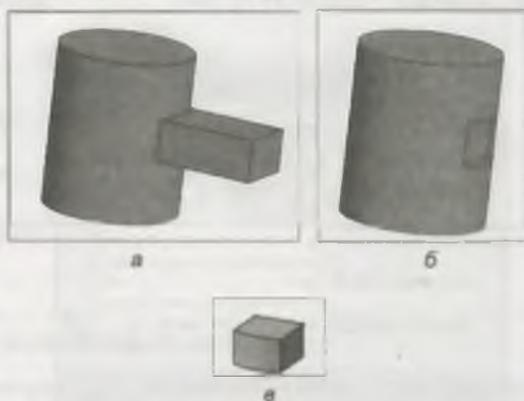

Рис. 21.22. Примеры булевой операции: исходная модель (а); результат вычитания (б); результат пересечения (в)
Эта команда позволяет выполнить булеву операцию над двумя телами, имеющимися в текущей модели. Команда доступна, когда в модели имеется более одного тела. Результат операции — новое тело. Проведем булеву операцию на простом примере. Для этого самостоятельно создайте два тела: цилиндр диаметром 25 мм, высотой 30 мм, а на расстоянии 30 мм от цилиндра создайте параллелепипед $8 \times 12 \times 20$ мм. Не забудьте при создании второй модели на вкладке **Результат операции** нажать кнопку **Новое тело**. В этом случае в местах входа параллелепипеда в цилиндр не будет четко обозначенных ребер (см. рис. 21.22, а). Далее выполните такие действия:
◆ нажмите кнопку **Создать объект** — вы создали новое тело (рис. 21.22, а). Линии ребер четко обозначились;
- ◆ нажмите кнопку **Создать объект** — вы создали новое тело (рис. 21.22, б);
- ◆ самостоятельно создайте новое тело с применением операции **Пересечение** (рис. 21.22, в).